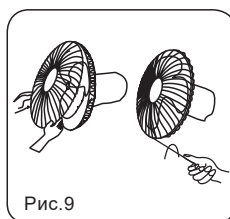

Рис.9
3. Закрепите переднюю решетку и заднюю решетку с помощью стопорного кольца, затем закрепите стопорное кольцо и законтрите винт и гайку. (Рис.9)